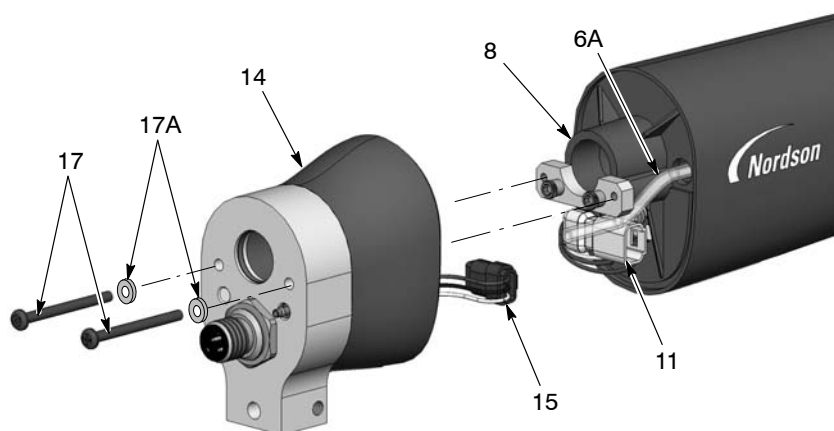

Рис. 7-13 Распылитель для монтажа на штанге, разборка, 1 из 3
2. См. рис. 7-13. Вывернуть два винта с шестигранным шлицем (17) и снять стопорные шайбы (17А) с узла заднего корпуса распылителя (14).
3. Осторожно оттянуть узел заднего корпуса от перегородки (8) достаточно далеко, чтобы можно было отсоединить провода питания (11) от жгута проводов гнезда (15) и трубку узла фильтра (10) от завершенного ниппеля внутри узла заднего корпуса.